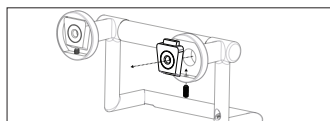

Fig. 6
- Attach Assist Bar onto mounting bracket and secure with the provided 10-24 X 1/2" Socket Set Screw. Repeat for opposing side. (Fig. 6)
- Attachez la barre d'assistance sur le support de fixation et fixez-la avec la vis sans tête à six pans creux 10-24 x 1/2 po. Répétez l'opération pour le côté opposé. **(Fig. 6)**
10. Fije la Barra de Apoyo a la abrazadera de montaje, y asegúrela con el tornillo sin cabeza de hueco hexagonal 10-24 x 1/2". Repita para el otro extremo. (Fig. 6)
18. Fije la Barra de Apoyo a la abrazadera de montaje, y asegúrela con el tornillo sin cabeza de hueco hexagonal 10-24 x 1/2". Repita para el otro extremo. (Fig. 6)